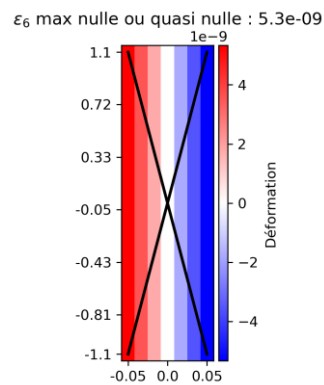

Figure 20 : influence de l'offset sur les dessins
- Deux seuils nommés **offset\_eps** et **offset\_sig** qui sont comparés respectivement à la déformation maximum et à la contrainte maximum (dans les axes de la structure) dans la section. Lorsque la valeur est en dessous de ce seuil, la section est barrée et le titre affiche la valeur maximale dans la section (voir figure 20).